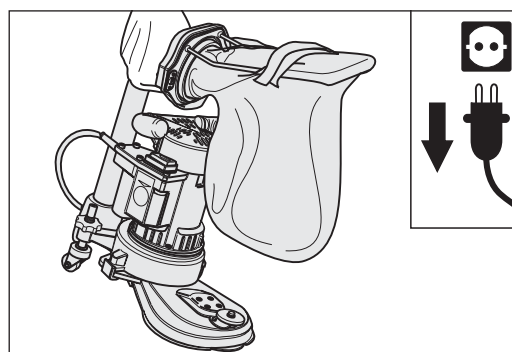

Abb. 34 Die FLIP® am Rohrstutzen tragen.
- 3 Nun können Sie die Maschine am Rohrstutzen bequem tragen (Abb. 34).